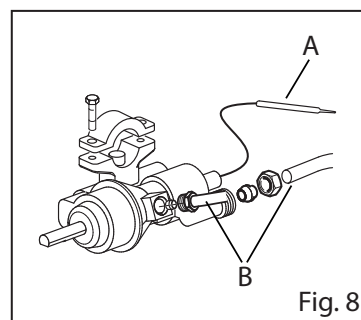

Fig. 8
- Retirer le bulbe du support (Fig. 8/A)
- Dévisser les raccordements entrée et sortie du gaz (par ex. Fig. 8/B)